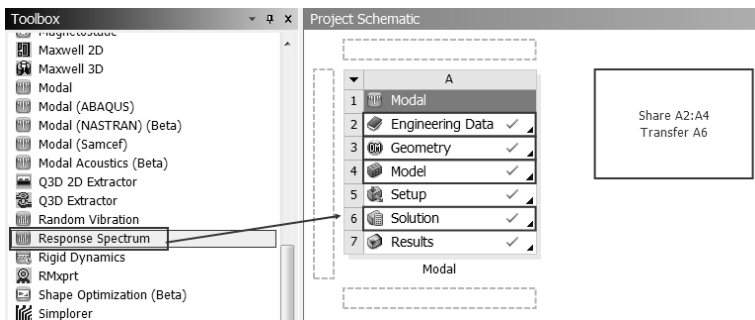

图 8-39 响应分析
Step1：如图 8-39 所示，选择 Toolbox（工具箱）中的 Analysis Systems Response Spectrum（响应谱分析）选项不放，直接拖曳到项目 A（Modal）的 A6 中。